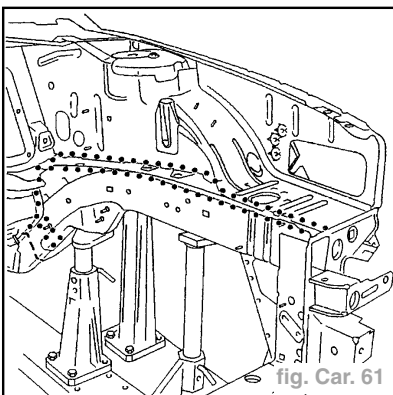

fig. Car. 61
- Souder par points électriques (fig. Car. 61).